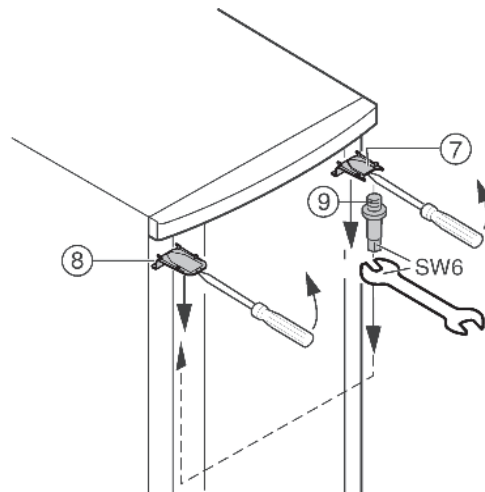

Fig. 6
- Odstraňte kryt Fig. 6 (7) a kryt Fig. 6 (8) šroubovákem vpředu uvolněte ze západek a odstraňte pohybem šikmo směrem dolů.
- Vyšroubujte ložiskové čepy Fig. 6 (9) a na protější straně zašroubujte silou (**4 Nm**).
- Namontujte opět kryt Fig. 6 (7) na straně ložiskového čepu: vzadu nasadte, vpředu nechte zaskočit do západek.
- Namontujte opět kryt Fig. 6 (8) na protější straně: vzadu nasadte, vpředu nechte zaskočit do západek.
- ▶ Zavěste dveře nahoře do ložiskového čepu Fig. 6 (9).